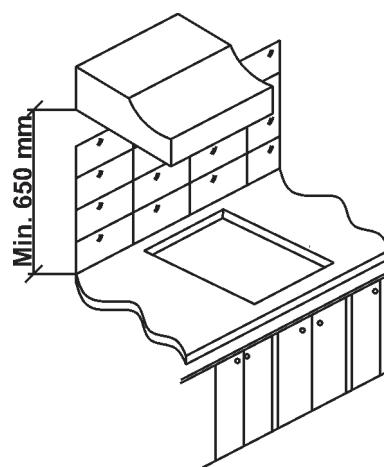

РИС. 9/A
- Во избежание случайного соприкосновения с горячей варочной панелью во время проведения работ, необходимо установить деревянную прокладку, прикрученную болтами на минимальном расстоянии 70 мм от верха (см. рис. 9).